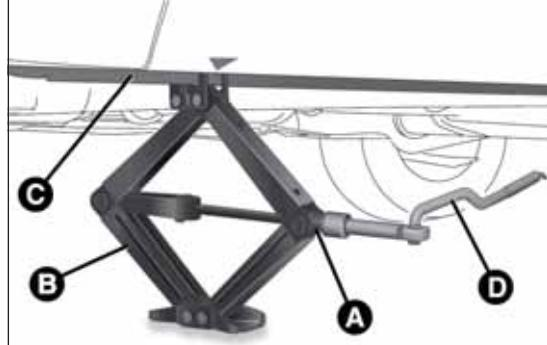

fig. 159
- inserire la manovella D fig. 159 nella sede sul dispositivo A, azionare il cric e sollevare la vettura, sino a quando la ruota si alza da terra di alcuni centimetri;